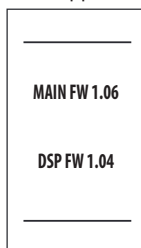

fig. 7 - Mise en marche / Version logiciel
- Pendant les 5 premières secondes, l'écran affiche la version du logiciel de la carte et de l'écran (fig. 7 - Mise en marche / Version logiciel).